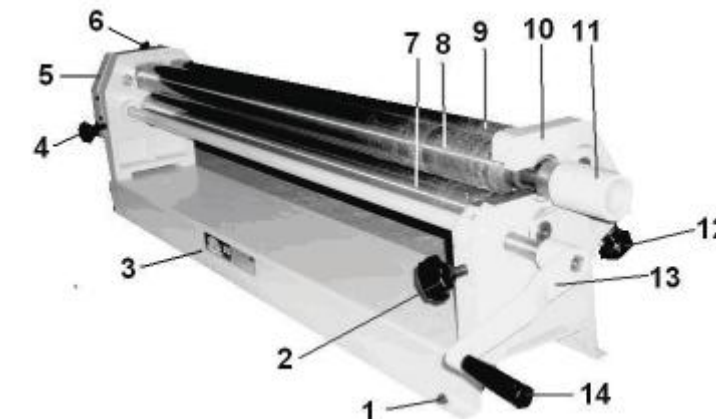

Рис. 1
#### 6. УСТРОЙСТВО (Рис. 1)
#### 7. МОНТАЖ (Рис. 1)
Как показано на Рис. 1, переустановите ручку(13) рукояткой (14) наружу, положение закрепите винтом фиксации ручки (13).
## 9. РАБОТА (Рис. 1)